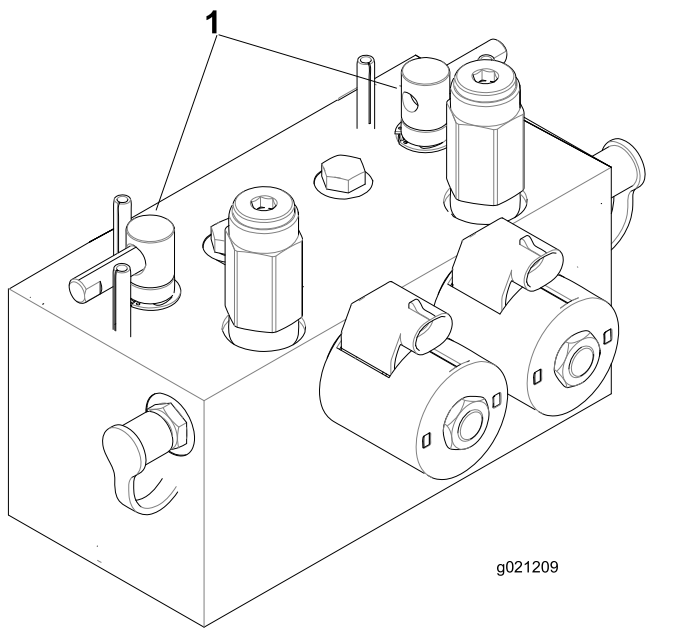

图76
2. 松开并提起座椅，露出倒磨控制杆（图76）。
5. 选择前、后或同时两个倒磨控制杆，确定哪个装置需要倒磨（图76）。